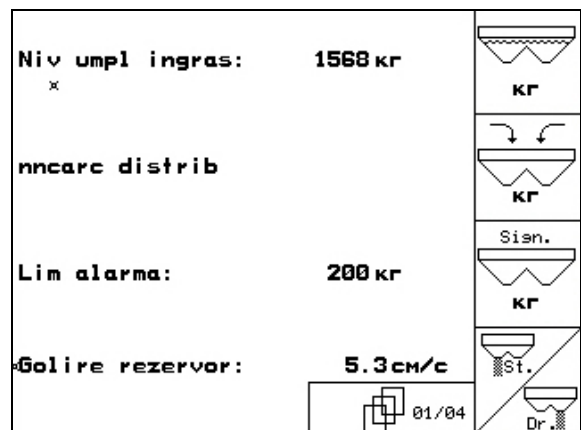

Fig. 67
- În meniul Datele mașinii, pagina unu (Fig. 67).
confirmați cantitatea de îngrășământ cu care s-a completat (Fig. 67).